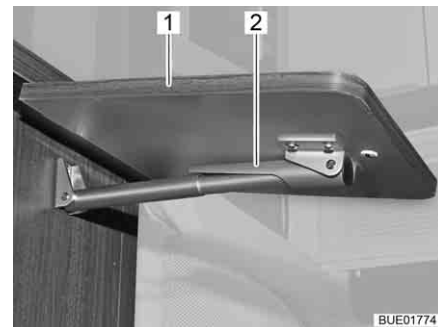

Bild 131 Thekenklapptisch, entriegelt
- Thekenklapptisch (Bild 131,1) leicht anheben. Mit der anderen Hand die Fixierung (Bild 131,2) an der Teleskophalterung nach oben drücken.